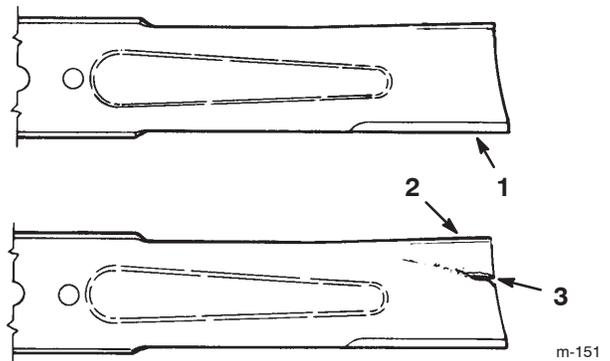

Figure 27
1. Inspectez les tranchants des lames (Fig. 27). Si elle n'est pas tranchante ou si elle présente des indentations, déposez et aiguisez la lame (voir Aiguisage des lames, page 30).
2. Inspectez la lame, surtout la partie incurvée (Fig. 27). Remplacez immédiatement toute lame endommagée, usée ou qui présente une entaille (Fig. 27).